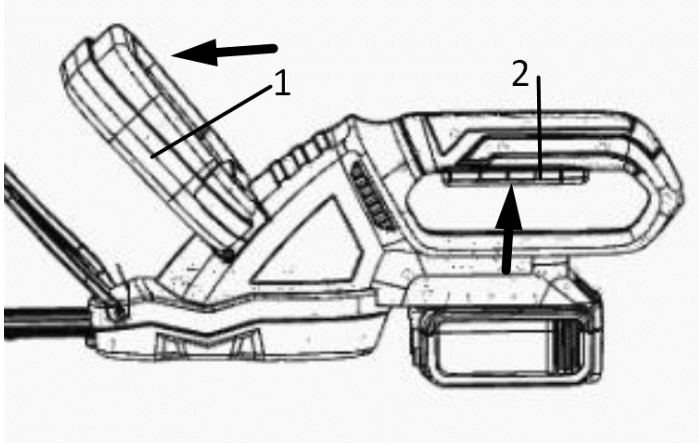

Рисунок 5. Схема запуску кущоріза.
2. Вибрати стійку позу, міцно взяти двома руками руків'я виробу. Щоб запобігти випадковому натисканню на клавішу «Увімк/Вимк», передбачений важіль блокування від випадкового пуску виробу. Щоб запустити інструмент – посунути важіль блокування (1, рис. 5) вперед, після чого натиснути на клавішу «Увімк/Вимк» (2, рис. 5).